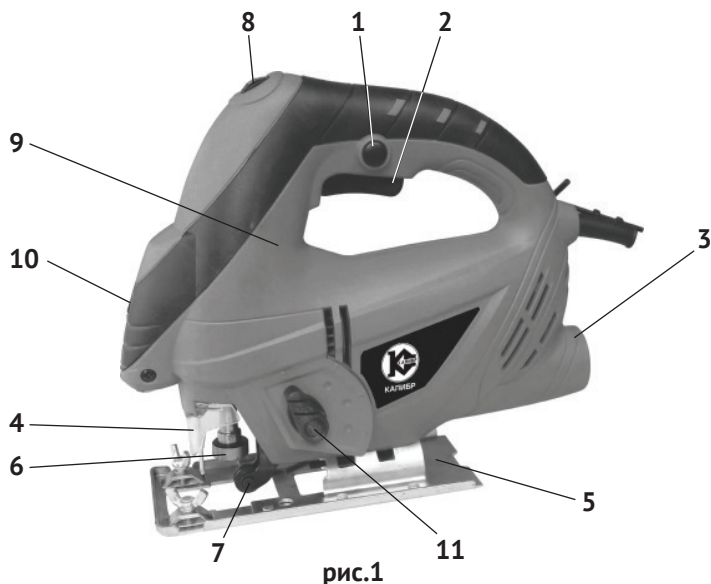

рис.1
1.6 Общий вид лобзика представлен на рис.1
1.7 Коллекторный двигатель и приводной механизм лобзика расположены в пластиковом корпусе (рис.1 поз.9). Корпус, состоящий из двух половин (правой и левой), выполнен заодно с рукояткой, расположенной сверху. Крутящий момент с якоря электродвигателя, посредством встроенного эксцентрикового механизма преобразуется в возвратно-поступательное движение верхней направляющей штока. На нижней направляющей штока расположен полкодержатель (рис.1 поз.6), в который крепится пила. Лобзик имеет Т – образное крепление пилки (первая буква в маркировке пилки). Первая цифра в маркировке – длина пилки (Т1 – короткая, Т2 – средняя, Т3 – длинная). Цвет хвостовика (а чаще и всей пилки) указывает на материал обработки (серый – для дерева, синий – для металла, красный – для полимеров, чёрный – для других материалов).
Переключатель маятникового хода (рис.1 поз.11) имеет 4-е фиксированных положения: «0» - вертикальное пиление, «1», «2», «3» - всё более увеличивающееся отклонение от вертикали. Маятниковый ход в режимах «1», «2», «3» применяется для улучшения эффективности резания мягких (древесина, пластмасса и т.п.) материалов.
В нижней части опорной плиты (рис.1 поз.5) находятся два винта (головка - внутренний шестигранник). Ослабляя эти винты, устанавливаем боковой наклон корпуса лобзика относительно подошвы (до 45° вправо или влево).
1.8 Клавиша выключателя (рис.1 поз.2) расположена в нижней части рукоятки. Включение лобзика осуществляется нажатием на клавишу выключателя указательным пальцем. Фиксация клавиши в рабочем положении, осуществляется кнопкой (рис.1 поз.1), расположенной слева на рукоятке. При повторном нажатии на клавишу, кнопка фиксации и клавиша (со щелчком) возвращается в исходное положение - выключено.
Диск регулятора скорости (рис.1 поз.8) расположен сверху, в передней части рукоятки. С его помощью устанавливается необходимая скорость хода пильного полотна.
- ослабить шестигранным ключом (входит в комплект поставки) два винта, через вертикальные прорезы в защитном кожухе (рис.1 поз.4), с торца лобзика;
- вставить снизу пилку (зубцами вперёд) в полкодержатель (рис.1 поз.6) так, чтобы задняя часть полотна попала в паз направляющего ролика (рис.1 поз.7);
- для удаления пыли из зоны резания используйте пылесос, присоединив его к патрубку пылеотвода (рис.1 поз.3);
При выборе скорости движения пильного полотна необходимо оценить материал заготовки. Чем твёрже распиливаемый материал, тем ниже скорость, устанавливаемая регулятором (рис.1 поз.8).